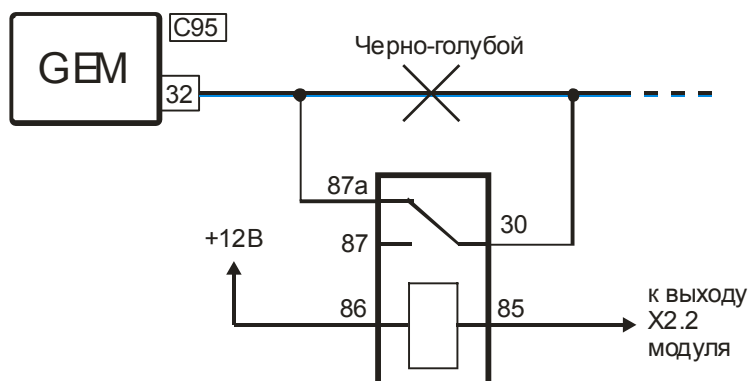

Рисунок 12
1. Отключение вентиляции при работе ППП для а/м с системой климат-контроля (рис. 12). Схему рекомендуется применять в случае, если пользователь жалуется на разряд АКБ от использования ППП.